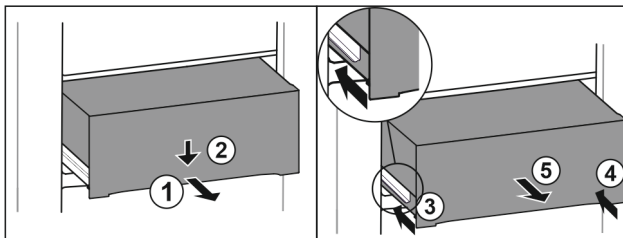

Fig. 142
- ▶ Schubfach halb herausziehen. Fig. 142 (1)
- ▶ Schubfach an der Vorderseite nach unten drücken. Fig. 142 (2)
- ▶ Linke Schiene etwa 2 cm einschieben. Fig. 142 (3)
- ▶ Rechte Schiene etwa 2 cm einschieben. Fig. 142 (4)
- ▶ Schubfach nach vorne entnehmen. Fig. 142 (5)